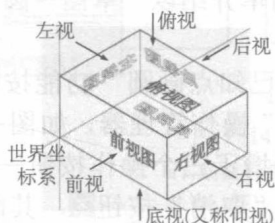

图 1-11 等视图及其他视图（视角）
视角 (Graphics View, 简称为 G)：指观察视图的方向，在“平面”管理器列表中用字母“G”显示，默认有俯视图、前视图、后视图、底视图、右视图、左视图以及等轴测视图 (即等视图) 等，所以又称屏幕视图，如图 1-11 所示。注意，等视图的显示是相对于工作坐标系 (WCS) 而言的。图 1-11 所示是相对于俯视图 WCS 而言的。
坐标系的显示与隐藏可用功能键 <F9> 或“视图”选项卡显示选项区“显示轴线”功能按钮  操作。默认的坐标系轴线颜色：世界坐标系轴线是灰色的实线，如图 1-11 中显示了世界坐标系；工作坐标系 (WCS) 轴线是酱色的线；构图平面 (C) 坐标系轴线是绿色的实线；后面介绍的刀具平面 (T) 坐标系轴线是淡蓝色的线。WCS、C 坐标系和 T 坐标系轴线的线型会变化，以便区分。